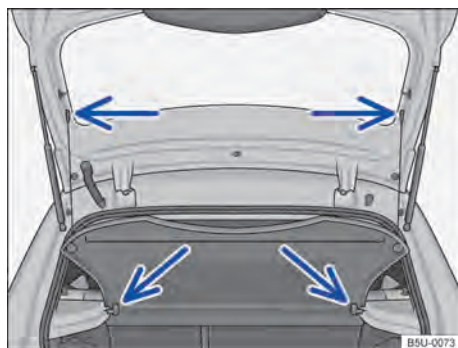

Fig. 140 No compartimento de bagagem: remover e instalar a cobertura do compartimento de bagagem. ▶
- Desprender os cordões de retenção do suporte da tampa traseira → Fig. 140 (setas superiores).
- Retirar a cobertura do compartimento de bagagem por trás, para fora dos suportes laterais → Fig. 140 (setas inferiores).
- Empurrar a cobertura do compartimento de bagagem para a frente, introduzindo-a nos suportes laterais → Fig. 140 (setas inferiores).
- Encaixar os cordões de retenção na tampa traseira → Fig. 140 (setas superiores).